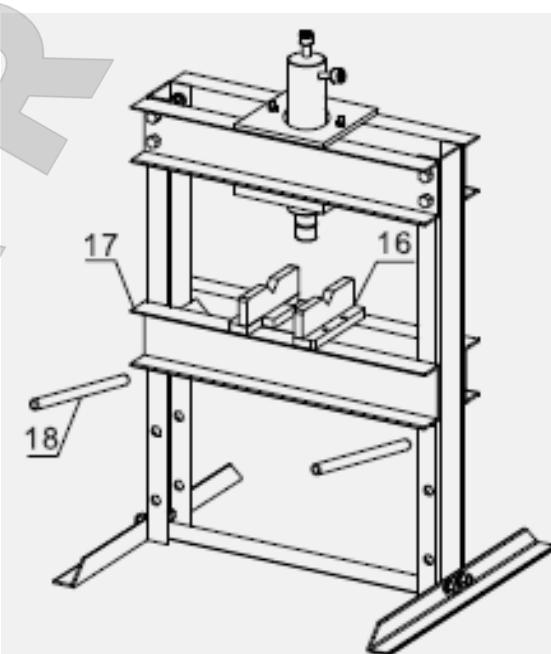

Рис. 5
6. Вставьте опорные штифты (18) в отверстия в стойках рамы. Наклоните стол пресса (17), чтобы направляющие стола располагались на стойках рамы, затем опустите на место, так чтобы стол пресса лежал на опорных штифтах. Затем наденьте оправки (16) на стол пресса. См. рисунок 5.